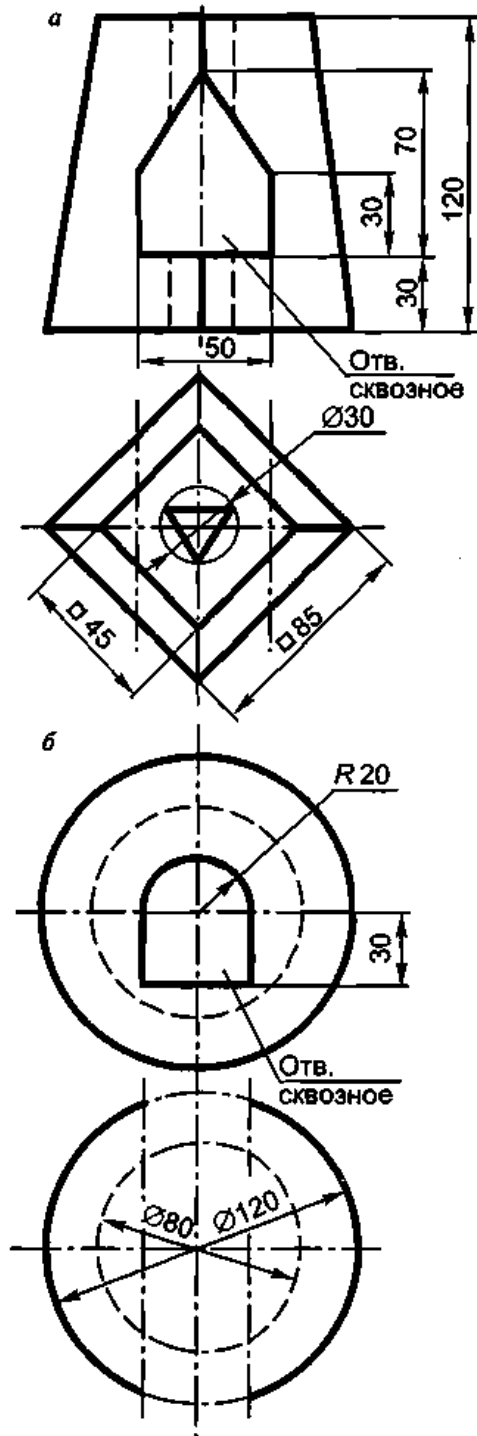

Рис. 2.28
18. Выполнить чертежи четырехугольной пирамиды (а) и сферы (б) с окнами в трех проекциях с тремя разрезами каждой (рис. 2.28).